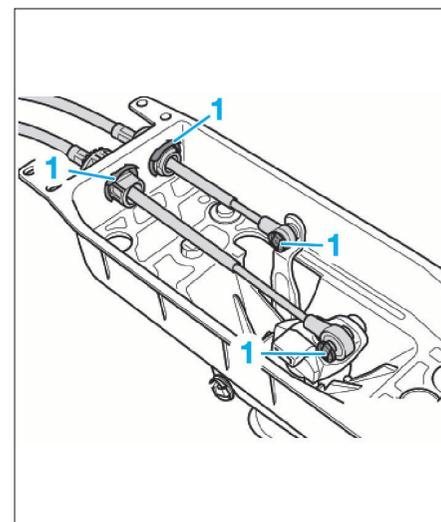

FIG. 13
- Déposer les segments d'arrêt (1) (Fig.13) et les câbles du boîtier de levier de vitesses.